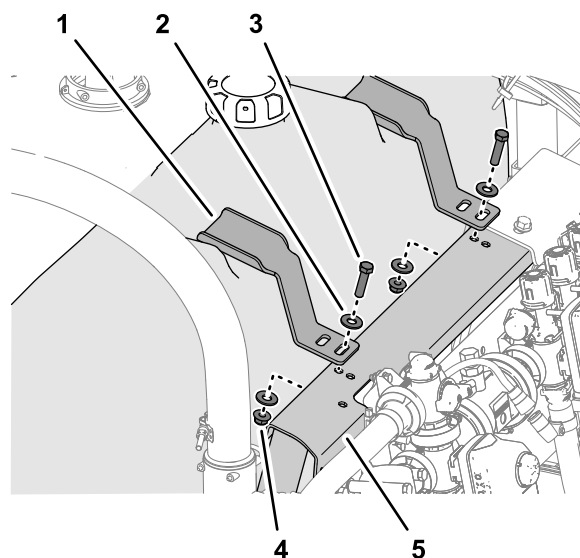

Figura 16
1. Alinhe o suporte de fixação com os relevos moldados na parte superior do depósito de lavagem (Figura 16)
2. Alinhe a ranhura no suporte de fixação com o orifício na montagem da válvula (Figura 16).
3. Monte sem apertar a fixação na montagem da válvula (Figura 16) com um parafuso (3/8 pol. x 1 1/2 pol.), duas anilhas (3/8 pol.), e uma porca de bloqueio flangeada (3/8 pol.) que removeu em Remoção do depósito de lavagem (página 6).
4. Repita os passos 1 a 3 para a outra fixação na outra reentrância no depósito de lavagem (Figura 16).